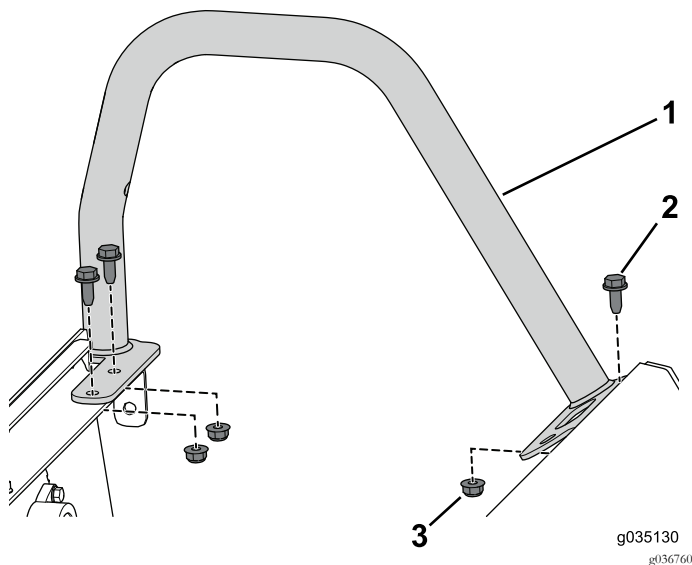

Figura 54
- Remova os três parafusos flangeados e porcas flangeadas que prendem o suporte para as ancas esquerdo (Figura 54).